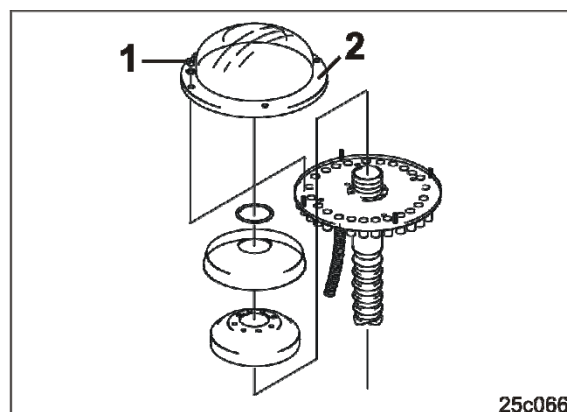

Fig. 234
7. Desserrer les écrous à ailettes (Fig. 234/1) et retirer le cache en plastique transparent (Fig. 234/2) de la tête de distribution.
9. Replacer le cache en plastique (Fig. 234/2).
10. Fixez le capot en plastique avec les écrous à oreilles (Fig. 234/1).